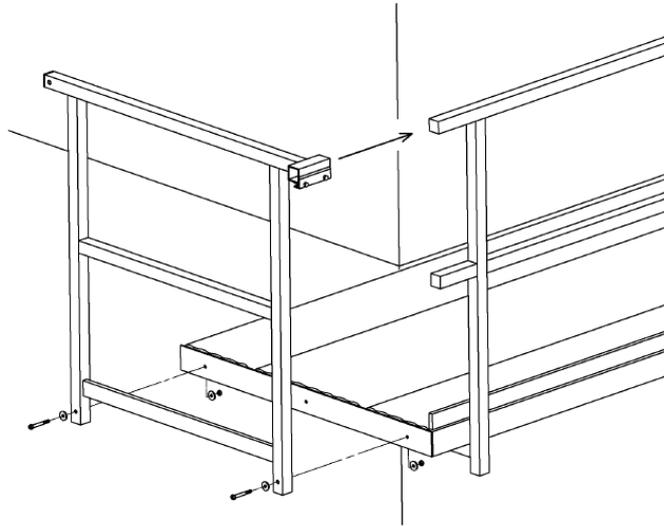

Abb. 59: Geländer für Stirnseite anschrauben
1. Nun kann das stirnseitige Geländer gemäß (Abb. 59) montiert werden.